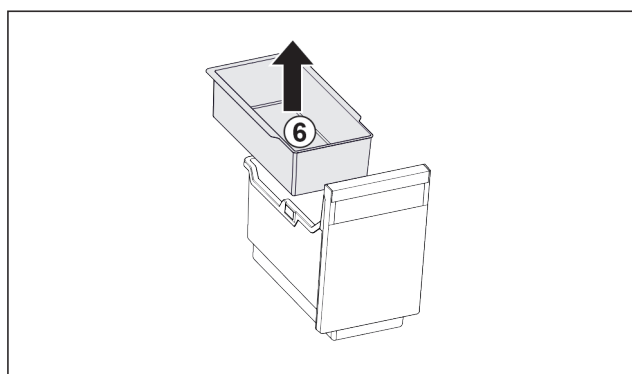

Fig. 100
- Извадете окачващата се поставка Fig. 100 (6).